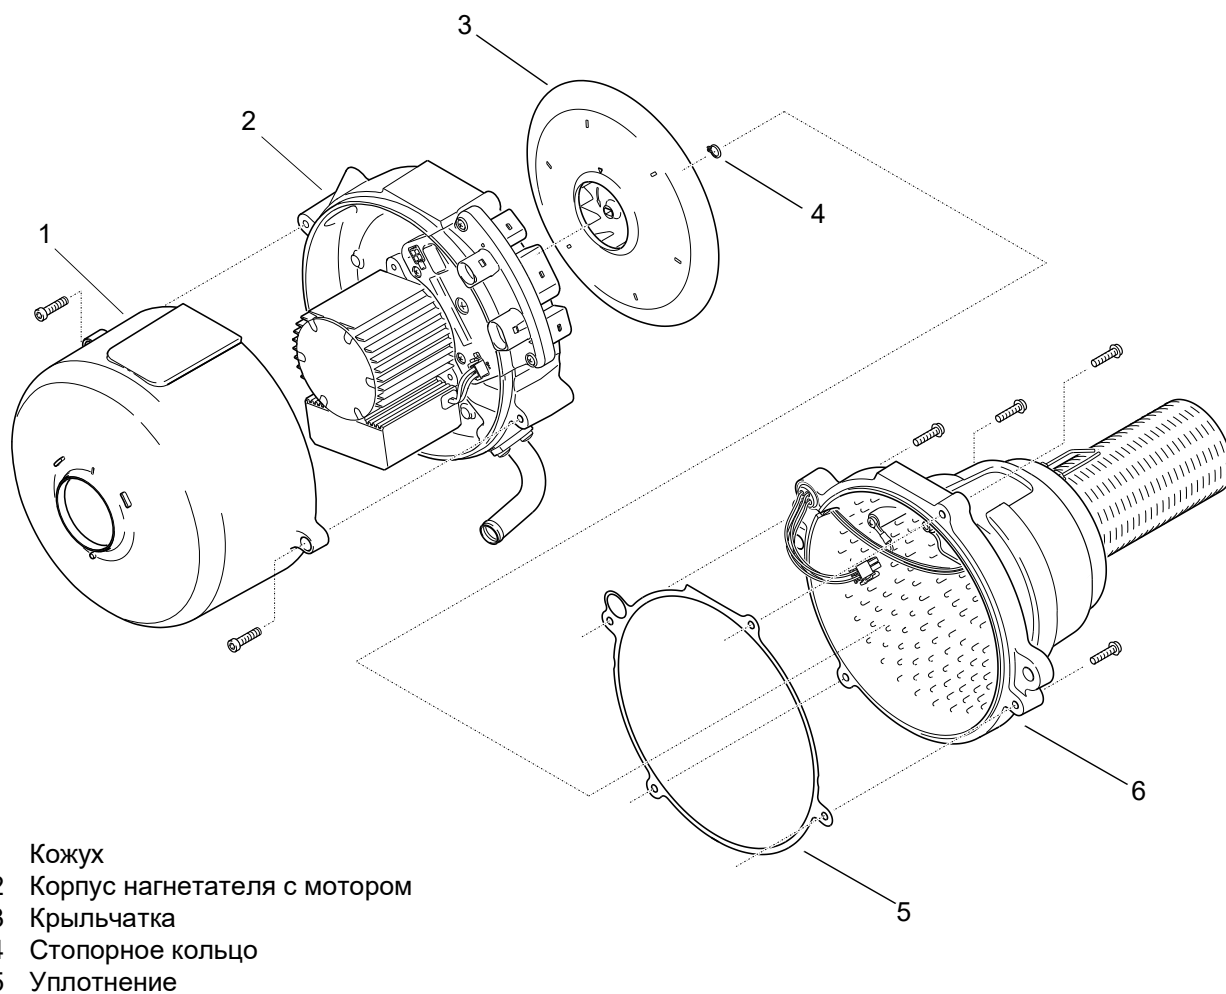

Рис. 803 Отделение корпуса нагнетателя от камеры смешивания
4. Удалить 4 винта, соединяющий корпус нагнетателя (2, Рис. 803) и камеру смешивания и осторожно снять корпус нагнетателя (2) вместе с блоком управления, мотором и крыльчаткой. При этом разъем высоковольтного модуля (8, Рис. 804) должен быть вставлен в отверстие в корпусе.
1. Удалить все остатки уплотнения (5, Рис. 803) с